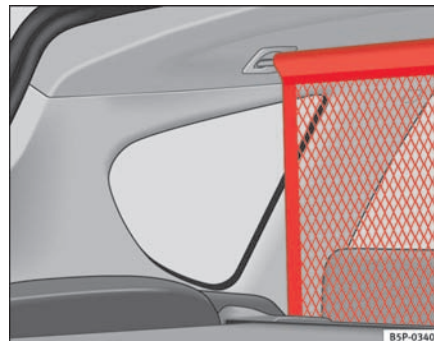

Fig. 126 Bagagerumsnet
- Før nettet ind mellem ryglænet og bagagerumsafdækningen nedefra, og hægt det fast i holderne i loftet – først i højre side og derefter i venstre side ⇒ side 150, fig. 126.